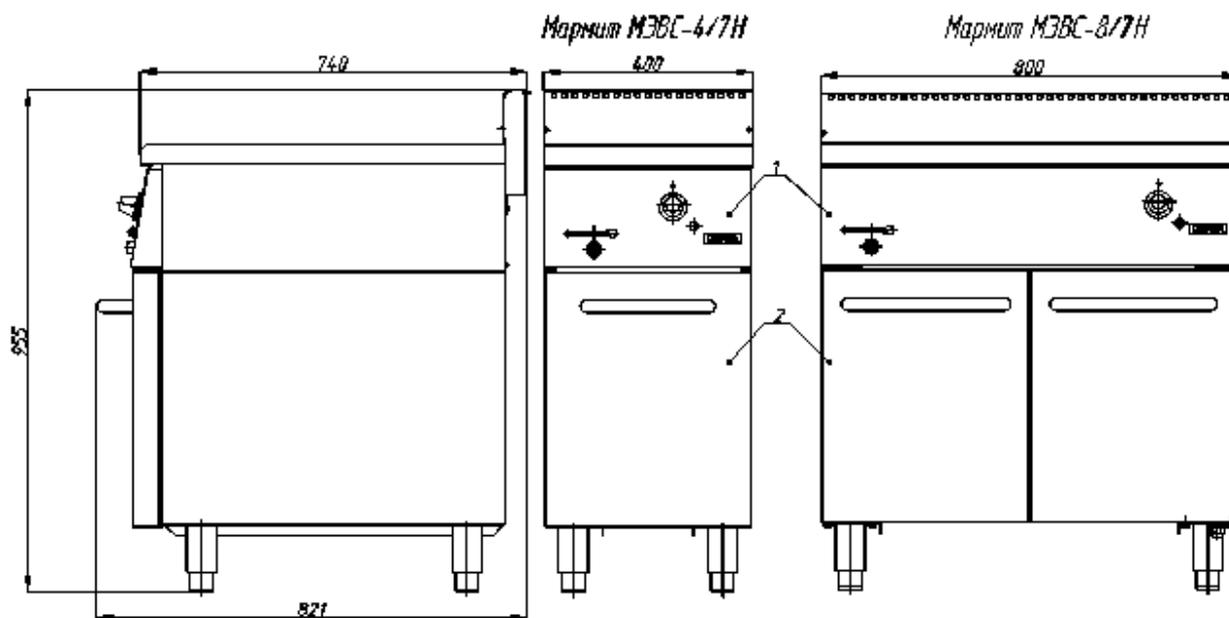

Рисунок 1- Внешний вид изделия
5.1 Изделие состоит из следующих основных элементов (рисунок 1):